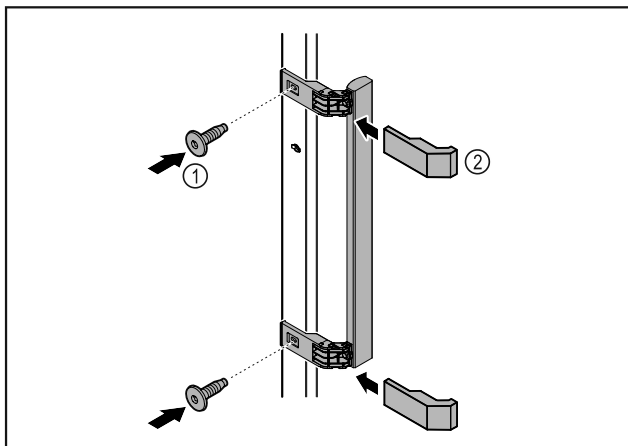

Fig. 7
- ▶ Zamontować uchwyt z dodatkowego opakowania na drzwiach przy użyciu dołączonych śrub Fig. 7 (1).
- ▶ Założyć osłonę Fig. 7 (2).